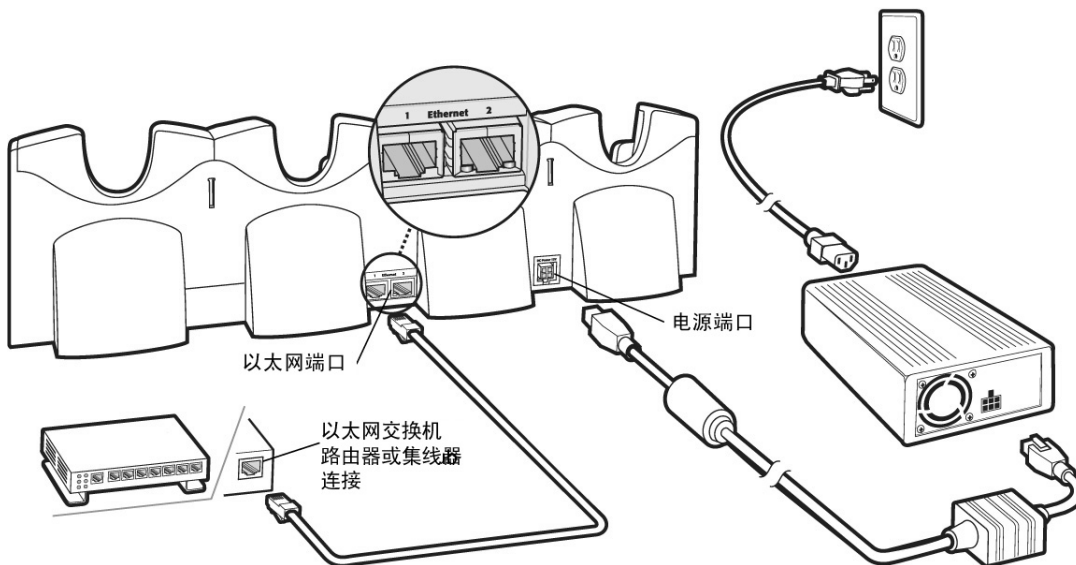

图 2-6 四槽以太网通讯座连接
2. 如图 2-6 所示，把以太网线缆接入第一个通讯座的端口 1。
5. 连接电源（请参阅第 2-7 页图 2-6。）。电源应当位于电源凹槽中。